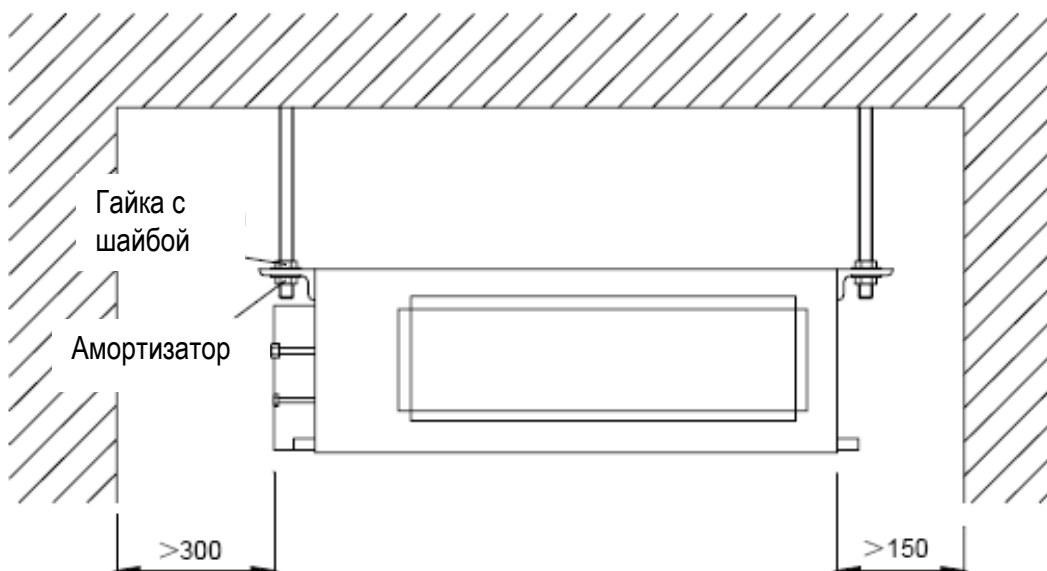

Рис. 3
- (1) Необходимо убедиться, что крепления достаточно прочные и могут выдержать массу агрегата.
- (2) Необходимо убедиться, что конденсат может отводиться беспрепятственно.
- (3) Заборные и распределительные отверстия агрегата не загорожены, что обеспечит правильный воздухообмен.
- (4) Монтажные зазоры для внутреннего блока приводятся на рис. 3; также необходимо предусмотреть достаточно свободного пространства для обслуживания и ремонта агрегата.
- (5) Кондиционер должен располагаться вдали от нагревателей, источников горючего газа и дыма.
- (6) Агрегат канального типа (встраиваемый в подвесной потолок), см. рис. 3.
- (7) Внутренний блок, наружный блок, силовой кабель и соединительные трубки должны проходить на расстоянии не менее 1 м от телевизоров и радиоприемников во избежание помех. При сильных электромагнитных волнах помехи могут возникать даже при соблюдении расстояния в 1 м.